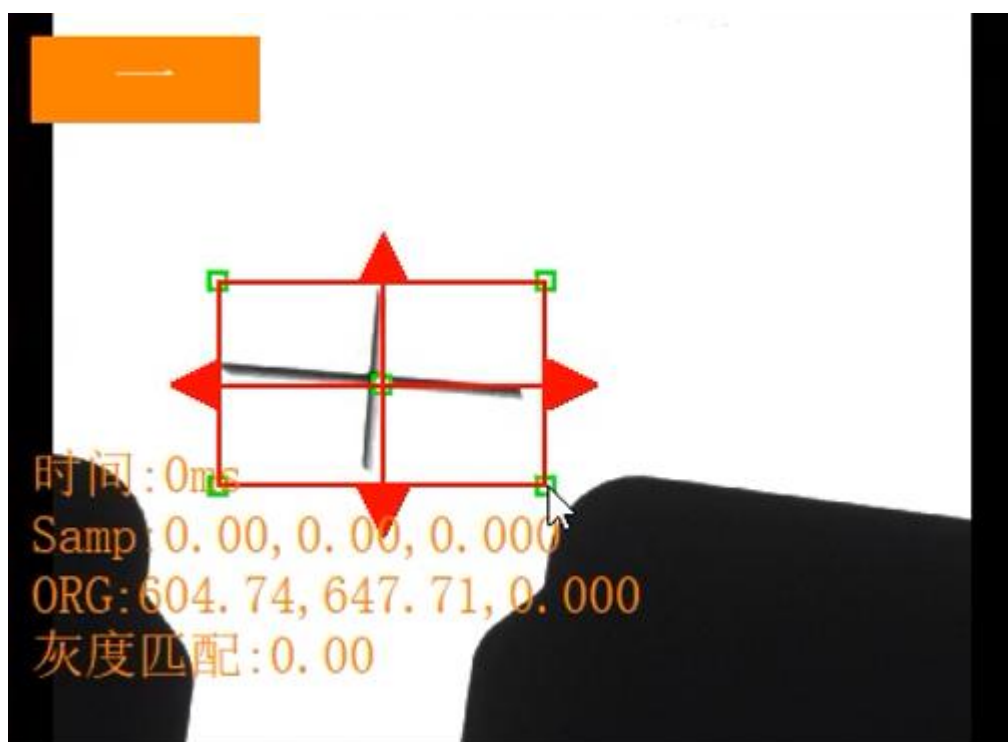

图 2-13
b. 方形: 选择方形-“轮廓/灰度”工具(弹出如下图 2-13 所示)->调整好红色框的位置以及大小->再点击鼠标右键，点击“学习靶标”完成靶标学习方法以及保存。